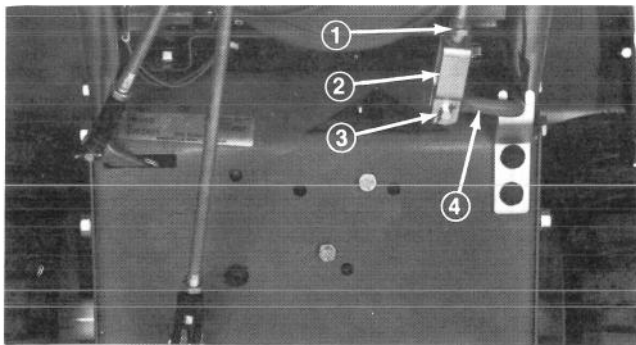

Abb. 35
1. Die Sicherungsmutter am unteren Gabelkopf des Räumwerk-Schaltgestänges lösen (Abb. 35). Dann den Splint und Bolzen entfernen, mit dem der Gabelkopf an der abgewinkelten Stange befestigt ist (Abb. 35).
2. Zur Erhöhung der Riemenspannung den Gabelkopf (Fig. 35) nach links und zur Verringerung der Riemenspannung nach rechts drehen.
3. Den Gabelkopf wieder mit dem Bolzen an der abgewinkelten Stange befestigen und versplinten (Abb. 35). Dann die Sicherungsmutter wieder oben am Gabelkopf festziehen (Abb. 35).